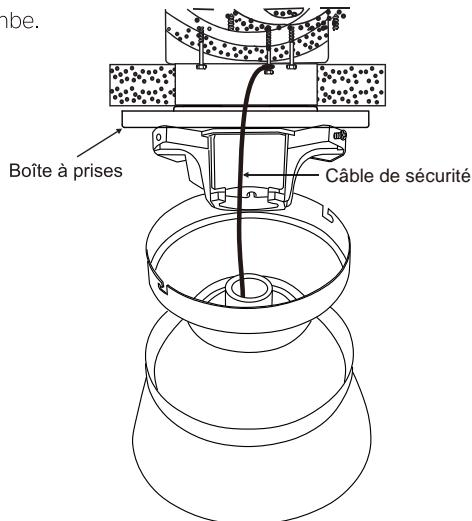

Fig. 23
Étape 1. Fixez la vis à bois et les rondelles fournies à la solive du plafond à côté du support de montage sans serrer (Fig.23).